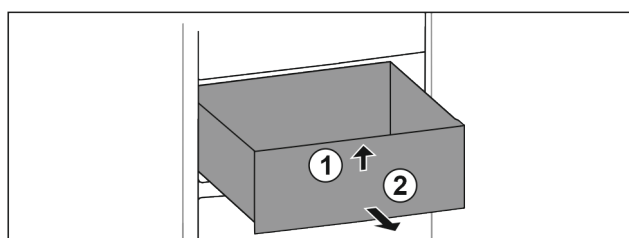

Fig. 68
- Podignite ladicu srijeda. Fig. 68 (1)
- Izvadite ladicu prema naprijed. Fig. 68 (2)